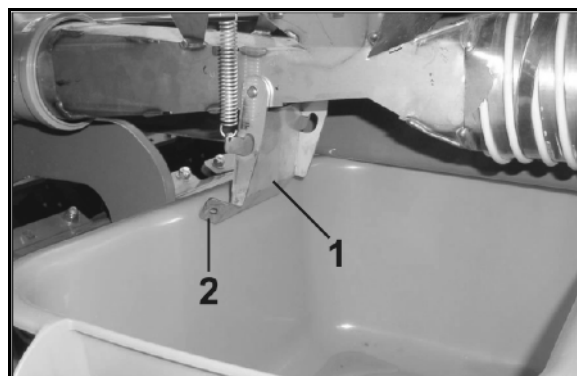

Рис. 60
3. Откройте клапан загрузочной воронки (Рис. 60/1), чтобы посевной материал/удобрение мог поступать в лоток.